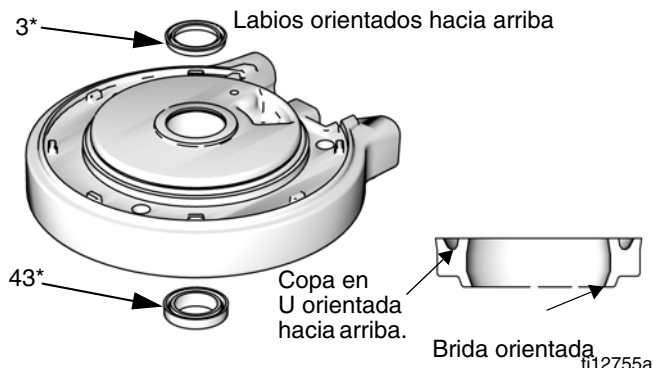

FIG. 12: Instalación de la copa en U del motor neumático
1. Lubrique e instale la junta tórica (9*) en la cubierta superior (13).
2. **M07xxx, M12xxx y M18xxx únicamente:** Instale el amortiguador superior (29) en la cubierta superior (13).
3. Lubrique el interior del cilindro (11). Baje el cilindro (11) a la cubierta superior (13).
4. Lubrique e instale la junta tórica (8*) alrededor del pistón (5). Lubrique las empaquetaduras.
5. Deslice el conjunto del pistón (5) hacia abajo adentro del cilindro (11). Asegúrese de que la junta tórica (9*) permanezca en su lugar.
6. Instale la protección (12) alrededor del cilindro (11) y en la ranura de la cubierta superior (13).
7. Vea la FIG. 12. Lubrique e instale una junta de copa en U con brida (43*) nueva en la parte inferior del cojinete de la cubierta inferior (1). La copa en U debe estar orientada hacia arriba y la brida hacia abajo. Lubrique e instale una junta de copa en U (3*) nueva en la parte superior del cojinete. Los labios deben estar hacia arriba.
3 Copa en U orientada hacia arriba. Brida (junta inferior solamente) orientada hacia abajo. Vea la FIG. 12, página 15.